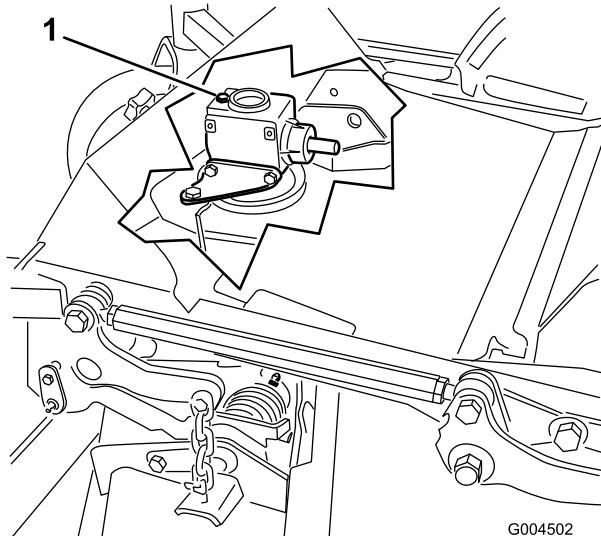

Figura 38
6. Retire a vareta/tampão de enchimento da parte superior da caixa de velocidades (Figura 38) e verifique se há lubrificante entre as marcas da vareta.
6. Retire a vareta/bujão de enchimento da parte de cima da transmissão (Figura 38).